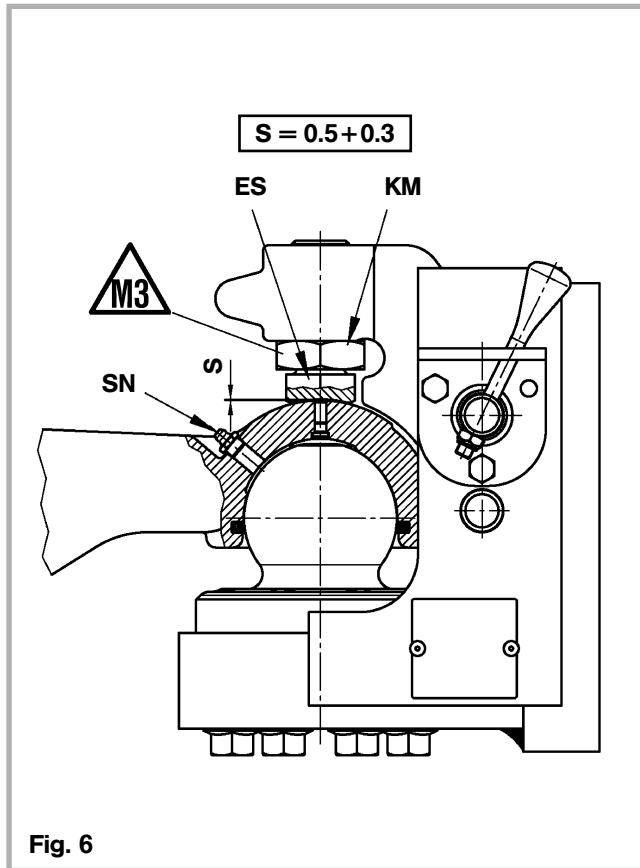

Fig. 6
- L'occhione di traino agganciato e fissato deve essere lubrificato nel nipplo di lubrificazione previsto **SN** (vedi Fig. 6) con un grasso lubrificante della classe **EP3** fino a che fuoriuscirà grasso calcio salponifies fra la vite di registro dell'occhione di traino. Si consiglia di lubrificante Jost ad alte prestazioni (articolo numero SKE 005670 000)
- Il gioco verticale dell'occhio di traino opposto al Portadown deve essere impostato su **S = 0,5 + 0,3 mm!** (vedi Fig. 6)
3.1 Cura / Lubrificazione (Fig. 6)